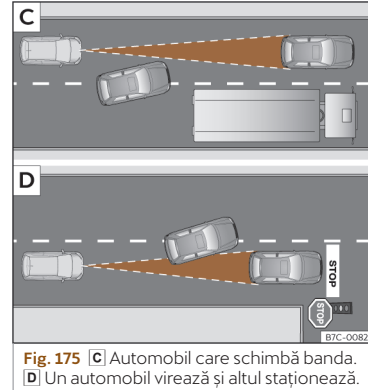

Fig. 175 [C] Automobil care schimbă banda. [D] Un automobil virează și altul staționează.
- Autovehicule care intră pe banda dumneavoastră la o distanță mică față de automobilul dumneavoastră»» fig. 175 [C].
Este posibil ca ACC să nu reacționeze la autovehicule staționare. Dacă, de exemplu, un autovehicul detectat de către ACC virează sau schimbă banda și în fața acestuia se află un autovehicul staționar, ACC nu va reacționa la cel de-al doilea autovehicul»» fig. 175 [D].